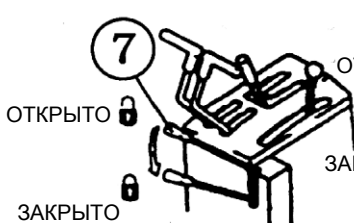

Рис. 2-10.
### 2.2.1.7. Рычаг блокировки переключения передач (7) (Рис. 2-10)